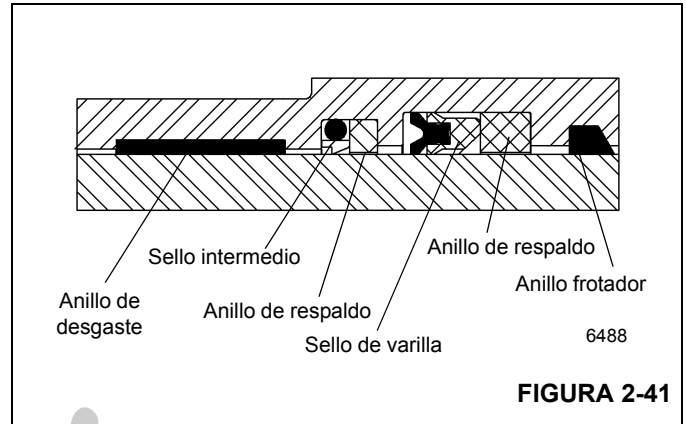

FIGURA 2-41
- 5. Instale el anillo frotador, los anillos de respaldo, el sello profundo en Z de varilla, el conjunto del sello intermedio y los anillos de desgaste en el interior de la cabeza del cilindro (Figura 2-41).